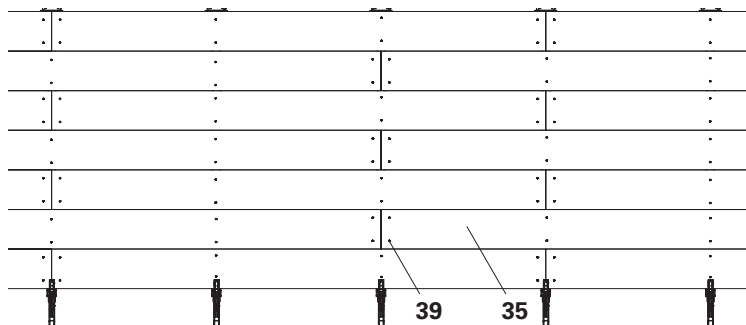
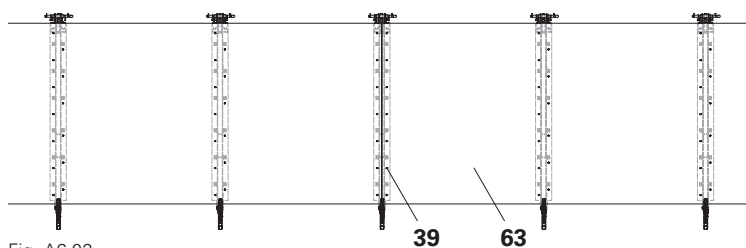

Fig. A6.01
Fig. A6.02
- L'impalcato di calpestio (35) deve attraversare almeno 2 campi ed essere giuntato in modo sfalsato.
- Fissare l'impalcato di calpestio su ogni traverso per piattaforma con viti per legno 6x80 SK-TX30 HPI (39). (Fig. A6.01 + Fig. A6.02)